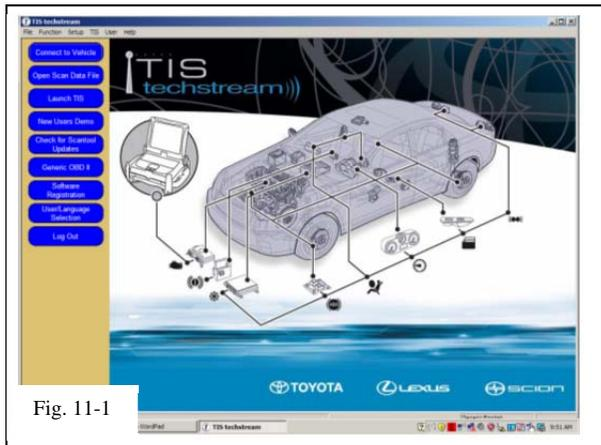

Fig. 11-1
- (d) Click “**Connect to Vehicle**” button (Fig. 11-1).